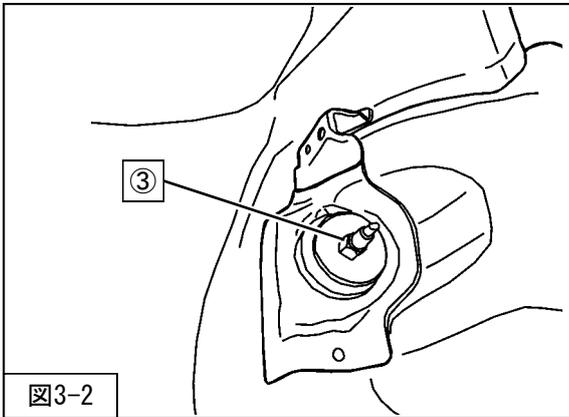

図3-2
3. ③リアショックアブソーバASSYアッパー取付ナットを取外してください。(図3-2)